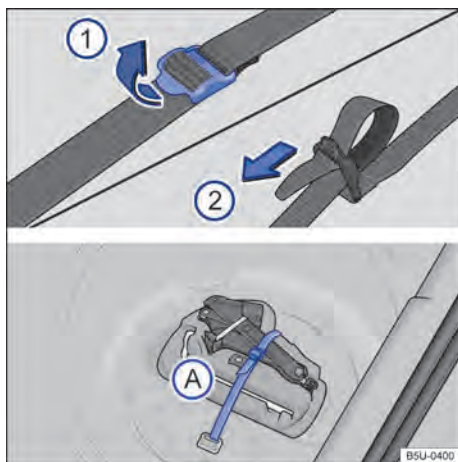

Fig. 105 No compartimento de bagagem: cinta de fixação da caixa de ferramentas e caixa de ferramentas de bordo.
Para soltar a cinta de fixação → Fig. 105 (A), puxar a fivela no sentido da seta 1.